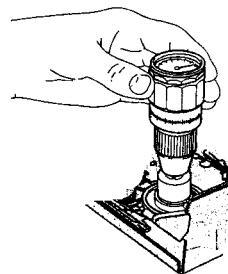

Fig. 3
- Placer le dynamomètre réf. 3621027 et son adaptateur réf. 3014064 sur la bobine droite (fig. 3).